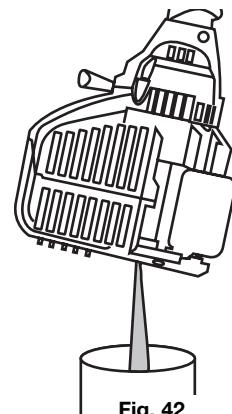

Fig. 42
- Versez l'huile de l'orifice de remplissage dans un récipient en inclinant l'appareil à la verticale (Fig. 42). Allouez assez de temps pour une vidange complète.